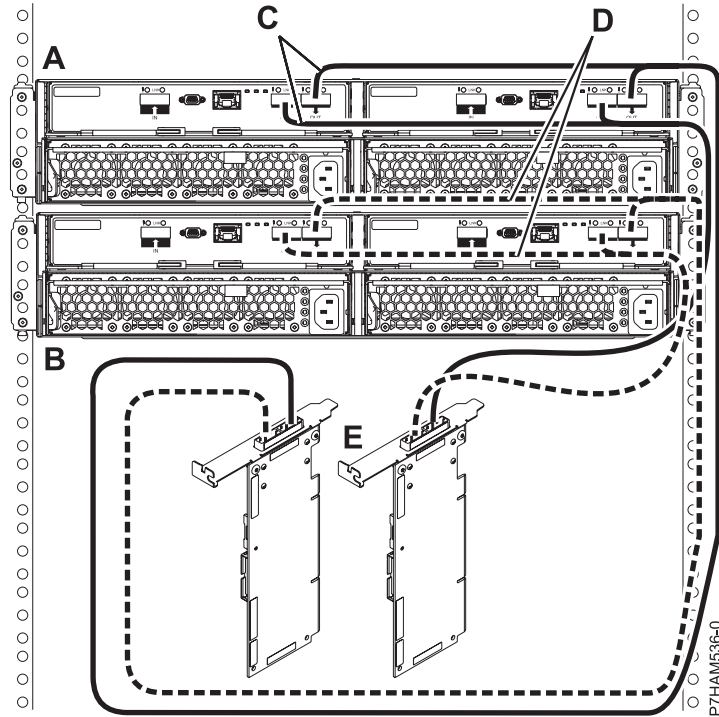

Figure 30. Mode 1 de connexion de deux boîtiers d'unité de disque 58/87 via des câbles YO à une paire d'adaptateurs SAS
- k. Effectuez la connexion de mode 1 de deux boîtiers d'unité de disque 58/87 (**A et B**) via des câbles YO (**C et D**) vers une paire d'adaptateurs SAS (**E**), comme illustré dans la figure 30, à la page 29.